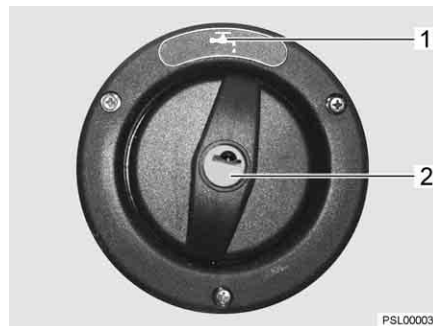

Fig. 237 Coperchio per bocchettone di riempimento dell'acqua potabile
Il bocchettone di riempimento dell'acqua potabile è contrassegnato dal simbolo "W" (Fig. 237,1). Il coperchio viene aperto e chiuso con la chiave per le serrature degli sportelli esterni.
- Inserire la chiave nel cilindro della serratura (Fig. 237,2) e ruotare in senso antiorario di un quarto di giro.